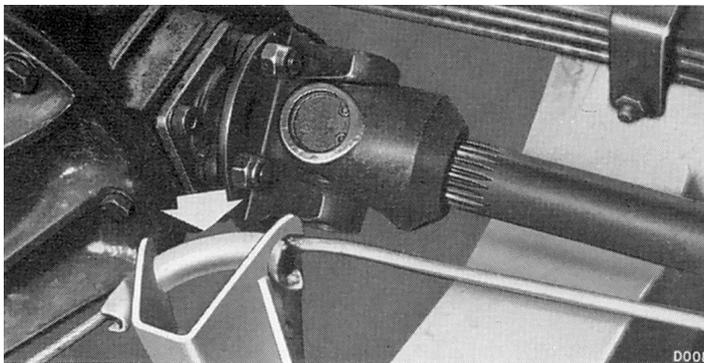

Fig. 25. Guide de câble secondaire
Suivre les instructions pour la dépose dans l'ordre inverse et, pendant que le levier de frein à main se trouve à la position relâchée, régler le câble de manière à placer le levier de relais comme illustré sur la Fig. 25.
Détacher les pattes de la plaque de blocage (7), enlever le boulon-pivot (36), baisser le levier de relais (9) et enlever l'axe de chape (23). Retirer le secteur de compensation (24) et enlever le câble en le tirant par les guides angulaires comme indiqué sur la Fig. 25.